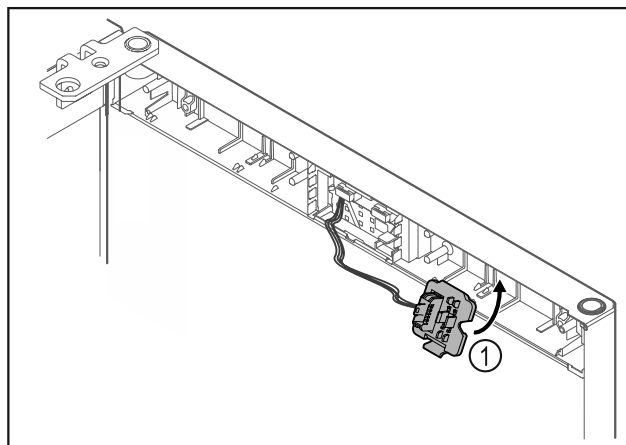

Fig. 21
- Tryck fast kontakthållaren Fig. 21 (1) på den motsatta sidan.